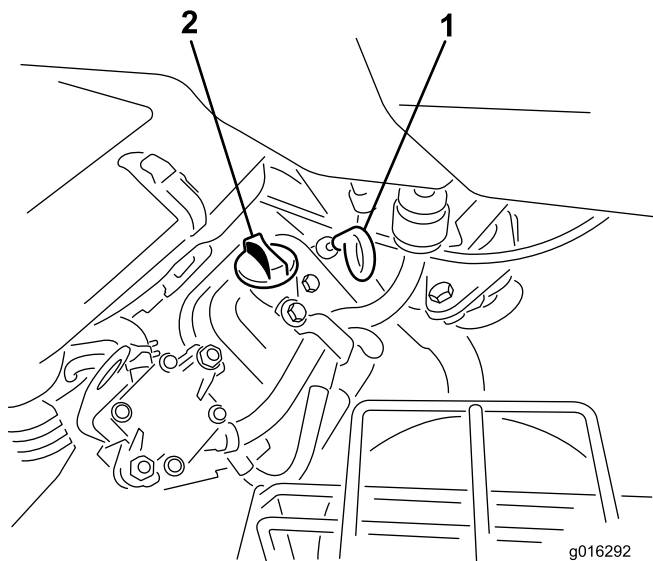

Figura 27
2. Desenrosque la varilla y límpiela con un paño limpio. Enrosque la varilla en el tubo asegurándose de que entre a tope (Figura 27).